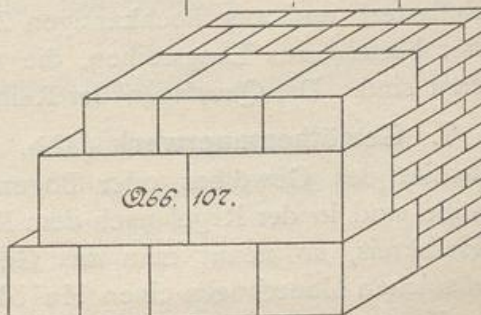

Abb. 107.
**12. Werksteinmauerwerk** (Quadermauerwerk) wird meistens nur zur Verblendung von Ziegelmauerwerk oder Bruchsteinmauerwerk ausgeführt (Abb. 107), oft auch nur zur Einfassung vorspringender Ecken und Kanten, wenn diese starkem Angriff durch Fuhrwerks- oder Schiffsverkehr, Strömung und Eisgang ausgesetzt sind.
Die Werksteinverblendung oder Werksteineinfassung wird gleichmäßig mit dem Kernmauerwerk hochgeführt; die Werksteine werden aber immer zuerst versetzt, da ihre Höhe für die Schichtteilung des Kernmauerwerkes maßgebend ist. Besteht dieses aus Ziegelmauerwerk, so müssen die Höhen der Quadersteine nach einer bestimmten Schichtzahl bemessen sein. Beim Werksteinmauerwerk wechseln ebenfalls Läuferschichten mit Binderschichten (Abb. 107), z. B. bei Schleusenmauern, Ufermauern u. dergl., oder es wechseln in jeder Schicht nebeneinander Läufer mit Bindern ab, z. B. bei Brückenpfeilern und bei sonstigen äußeren Angriffen ausgesetzten Mauern und Vorsprüngen. Der Zusammenhang des Werksteinmauerwerks wird in solchen Fällen noch durch eiserne Klammern verstärkt. Je eine Klammer kommt dann quer über die Stoßfuge zweier Quadern zu liegen, in deren Oberfläche die Klammerlöcher eingemeißelt und nachher mit Zementmörtel vergossen werden.